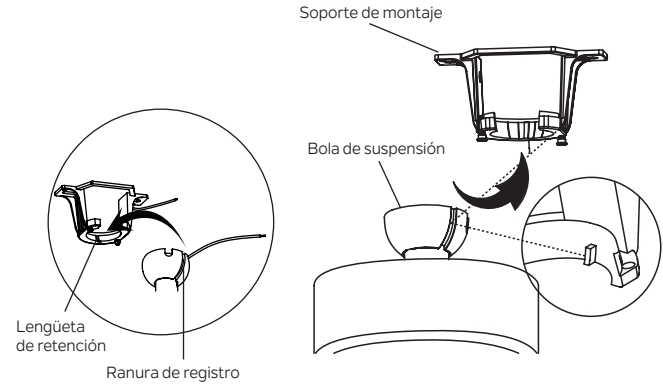

Figura 12
Paso 6. Ahora levante el conjunto del motor a su posición y coloque la bola de suspensión en el soporte de montaje. Gire hasta que la “lengüeta de retención” haya caído en la “ranura de registro” y se asiente firmemente. (Figura 12) Todo el cuerpo del motor no debe girar si se hace correctamente.